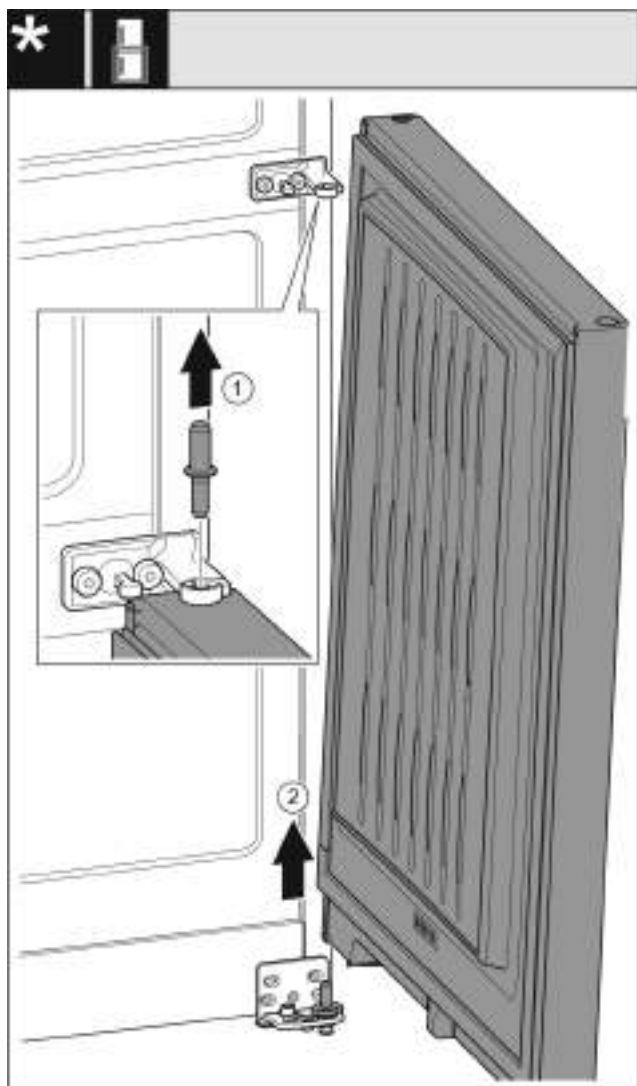

Fig. 10 Без амортизатора закрывания двери
- Извлеките палец Fig. 10 (1) движением вверх.
- Отведите дверь Fig. 10 (2) в сторону, потяните вверх и отставьте ее.